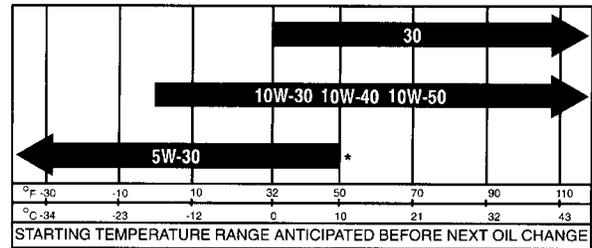

Figure 22
3. Le moteur utilise une huile détergente 10W30 de haute qualité de classe de service API (American Petroleum Institute) CF ou mieux. Reportez-vous au tableau (Figure 22) pour choisir la viscosité.